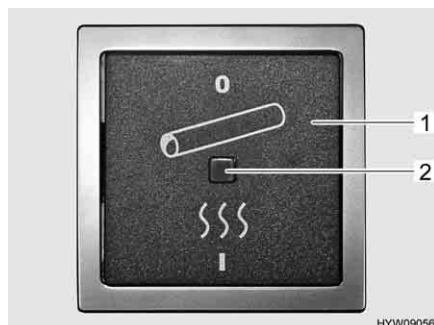

Fig. 77 Interruttore per il riscaldamento elettrico del tubo acque grigie
- Portare l'interruttore a bilico (Fig. 77,1) in posizione "I". La spia di controllo (Fig. 77,2) nell'interruttore si accende.
- Portare l'interruttore a bilico (Fig. 77,1) in posizione "0". La spia di controllo (Fig. 77,2) nell'interruttore si spegne.